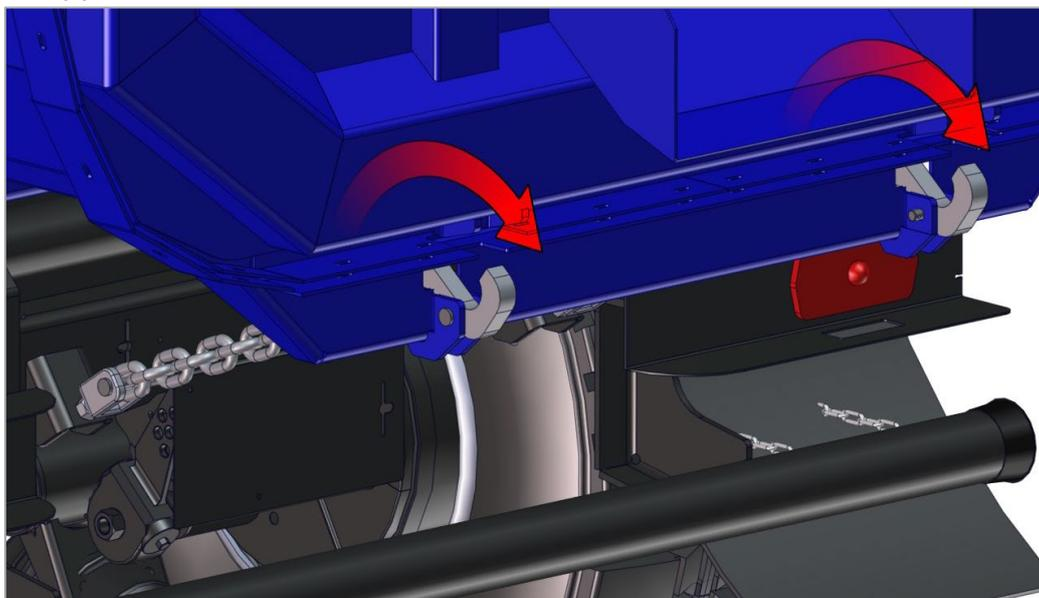
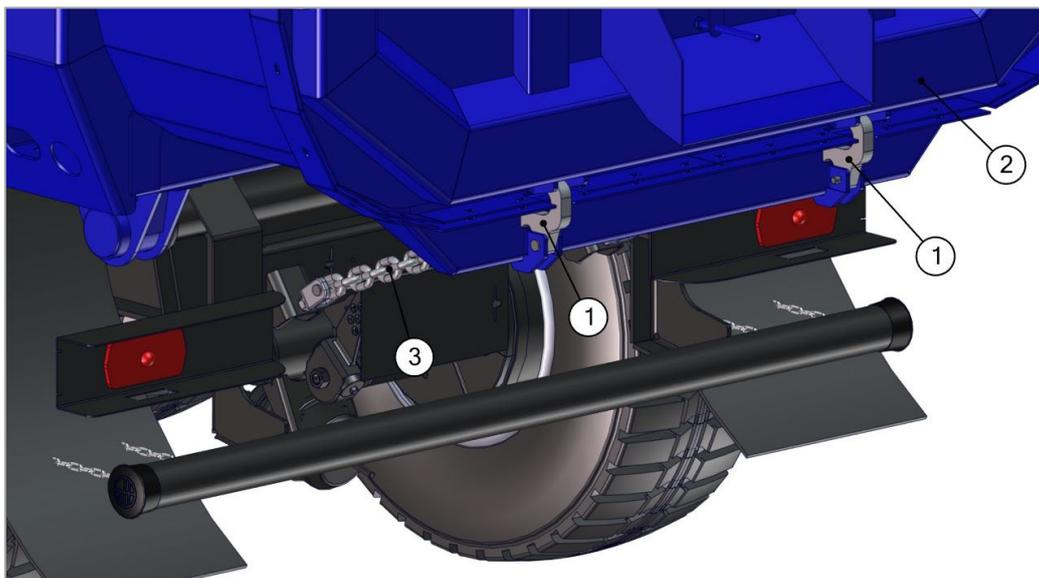

Рис. 26. Механизм запирания заднего борта.
Рис. 26.1. Механизм запирания заднего борта.
Механизм запирания борта механического (Рис. 26 и Рис. 26.1) типа автоматического действия выполнен как два идентичных механизма, расположенных с правой и левой сторон рамы полуприцепа. Состоит из цепи (3) и фиксаторов (1).